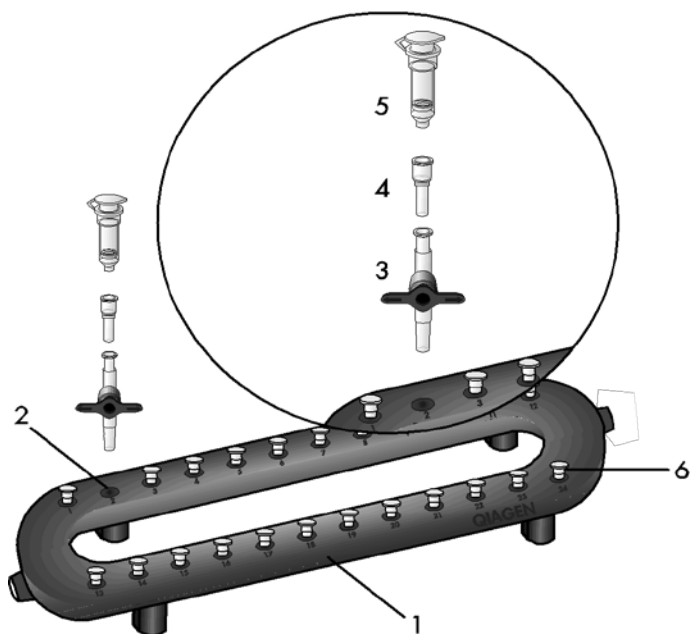

Figura 4. Configuração do QIAvac 24 Plus com as colunas de centrifugação QIAamp Mini usando VacValves e VacConnectors.
2. Recomendado: Insira uma VacValve em cada slot luer do QIAvac 24 Plus que será usado (consulte a Figura 4, página 30).
3. Insira um VacConnector em cada VacValve (consulte a Figura 4) ou diretamente em cada slot luer do QIAvac 24 Plus que será usado. Feche os slots luer não usados com plugues luer ou feche a VacValve inserida.
4. Coloque as colunas de centrifugação QIAamp Mini nos VacConnectors do coletor (consulte a Figura 4).